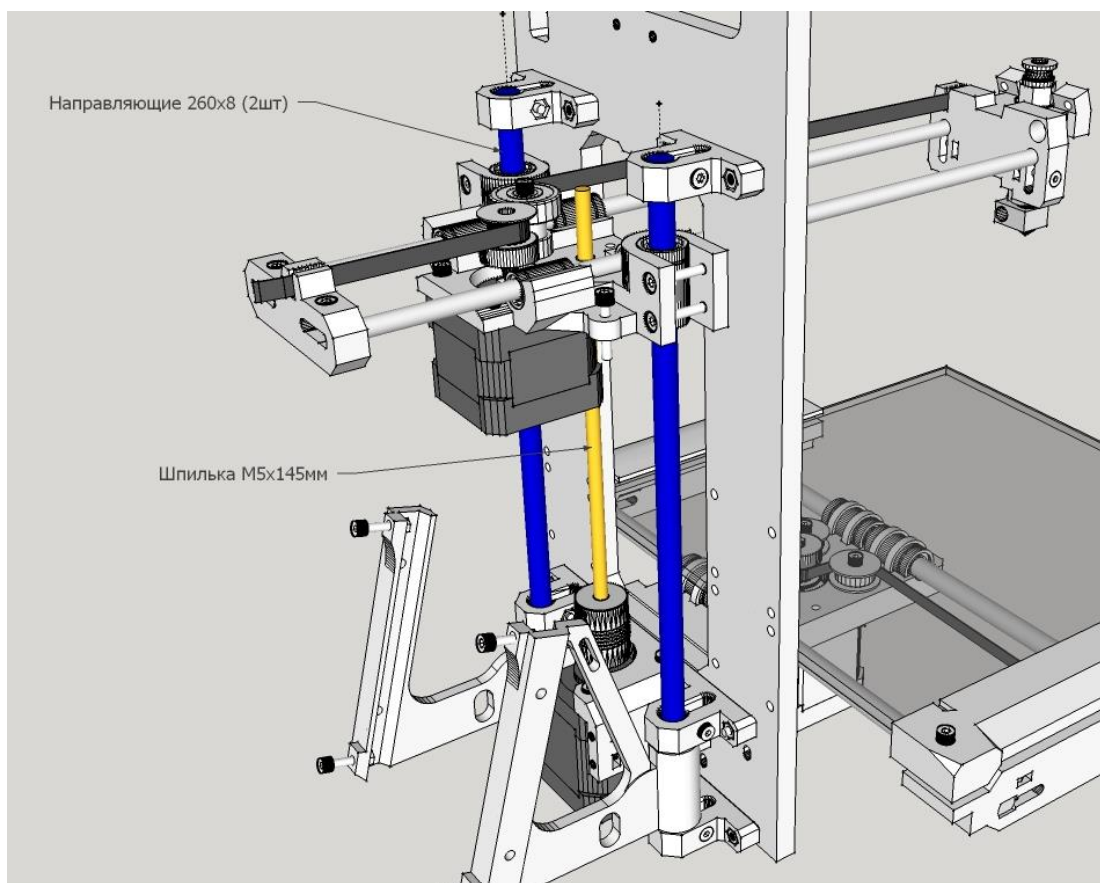

Рисунок 8.2. Монтаж узлов на раме. Направляющие оси Z
8.3. Установите шпильку М 5х145 4.6 DIN 975. Для этого в пазе под деталью X1 зафиксируйте гайку М5. Шпильку пропустите через гайку, затем нижний конец шпильки зафиксируйте в гибкой муфте 5х5мм ключом-шестигранником на «2» (две точки крепления). (Рис. 8.2)